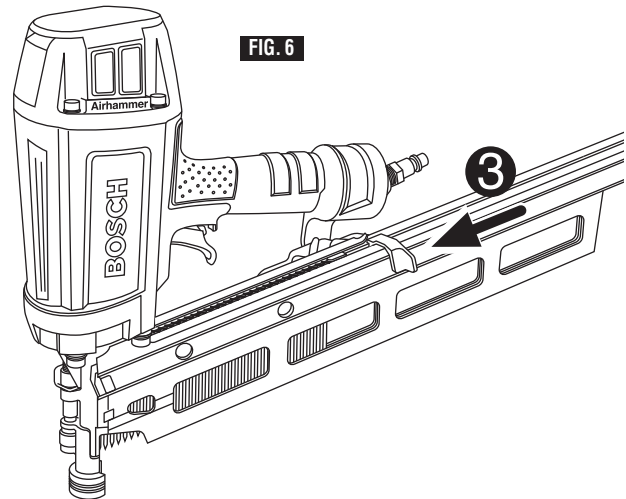

FIG. 6
3. Tire del seguidor de clavos una segunda vez para soltar el pestillo y deje cuidadosamente que el alimentador se deslice hacia delante hasta que haga contacto con los clavos, FIG. 6.